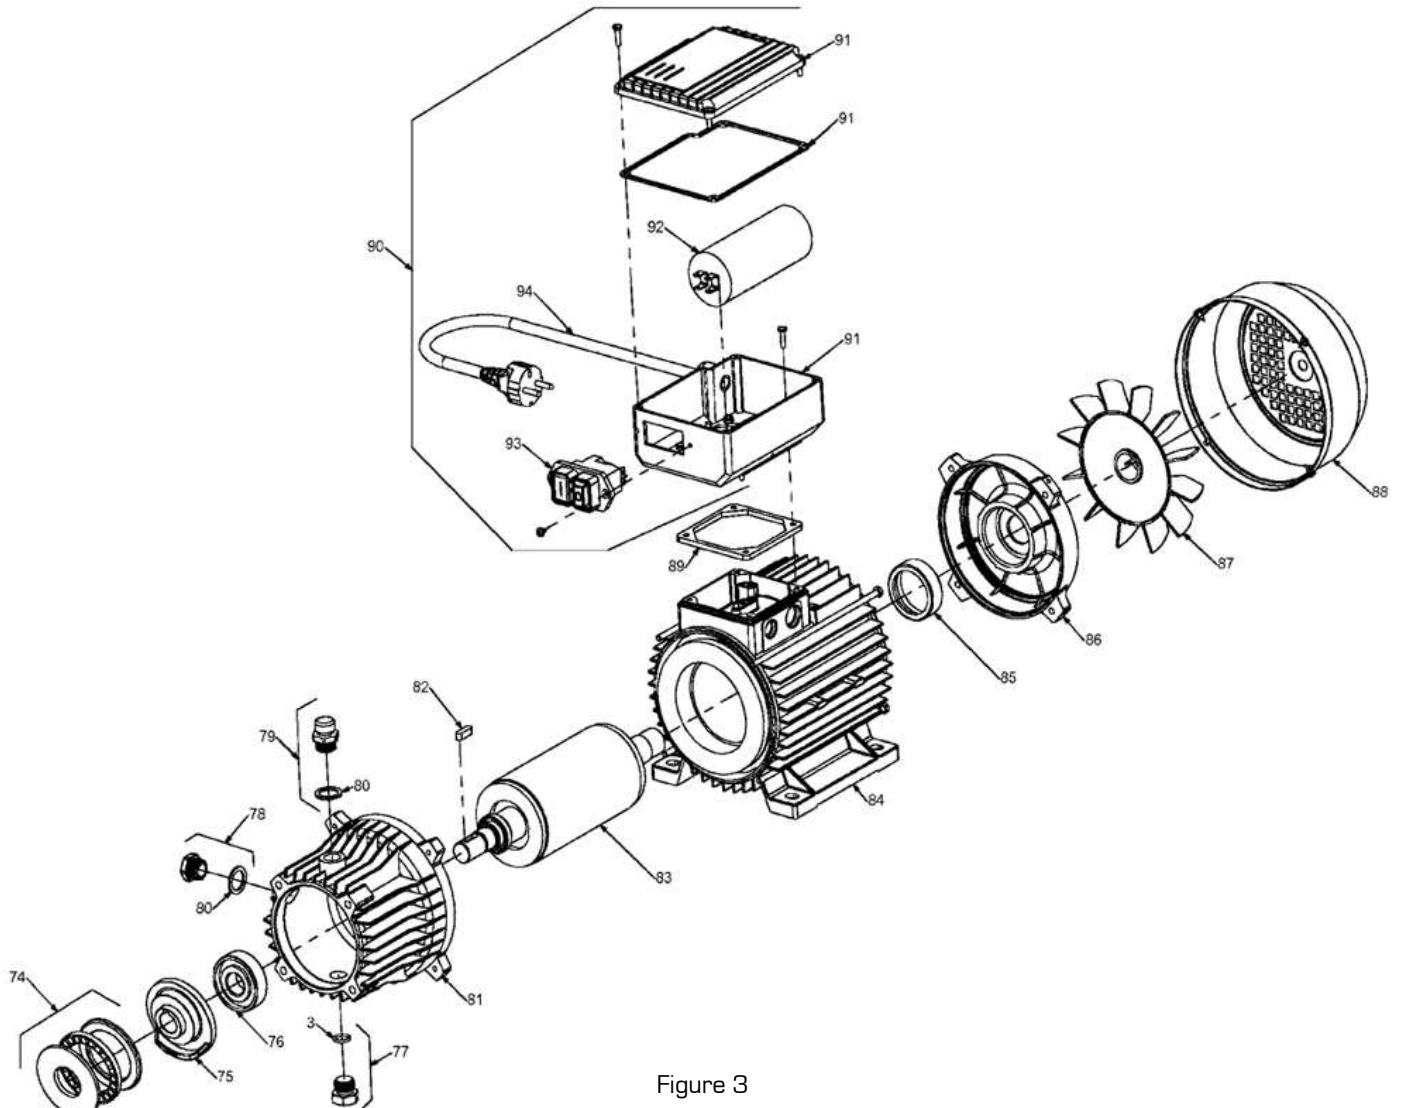

Figure 3
- Pour le remplissage : dévisser le bouchon (79 fig.3), et remplir le carter sans dépasser le point rouge du bouchon (78 fig.3).